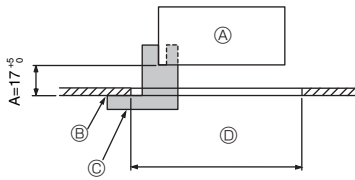
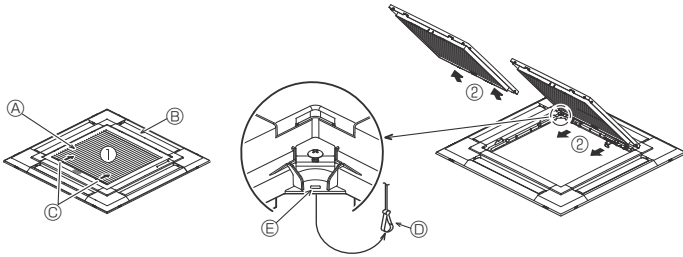

Fig. 9-2
Fig. 9-3
9.2. การเตรียมการติดตั้งตะแกรง (Fig. 9-2)
- ใช้เกจ ② ที่ให้มาพร้อมเครื่องมือชุดนี้ ปรับและเช็คตำแหน่งของเครื่องหลักให้ติดกับพื้นผิวของเพดาน หากเครื่องหลักติดตั้งในตำแหน่งที่ไม่เหมาะสมกับพื้นผิวเพดาน อาจทำให้อากาศรั่วและเกิดการสะสมของหยดน้ำ
- ① เครื่องหลัก
- ② พื้นผิวเพดาน
- ③ เกจติดตั้ง ② (สอดเข้าไปในเครื่องหลัก)
- ④ ขนาดของช่องที่เปิดบนเพดาน
9.2.1. การถอดตะแกรงช่องลมดูดเข้า (Fig. 9-3)
- เลื่อนที่จับไปตามทิศทางของลูกศร ① เพื่อถอดตะแกรงช่องลมดูดเข้า
- ในสภาพที่ตะแกรงช่องลมดูดเข้าเปิดอยู่ ถอดที่ยึดตะแกรงช่องลมดูดเข้าออกจากตะแกรงตามลูกศร ②
- คลายสกรู 4 ตัวที่มุมเลื่อนฝาครอบมุมไปในทิศทางตามลูกศร ① ในภาพ และถอดฝาครอบมุมออก
- [Fig. 9-3] [Fig. 9-4]
- ① ตะแกรงช่องลมดูดเข้า
- ② ตะแกรง ①
- ③ ที่จับของตะแกรงช่องลมดูดเข้า
- ④ ขอเกี่ยวของตะแกรง
- ⑤ รูสำหรับขอเกี่ยวของตะแกรง
- ⑥ ฝาครอบมุม
- ⑦ สกรู
- ⑧ รายละเอียด